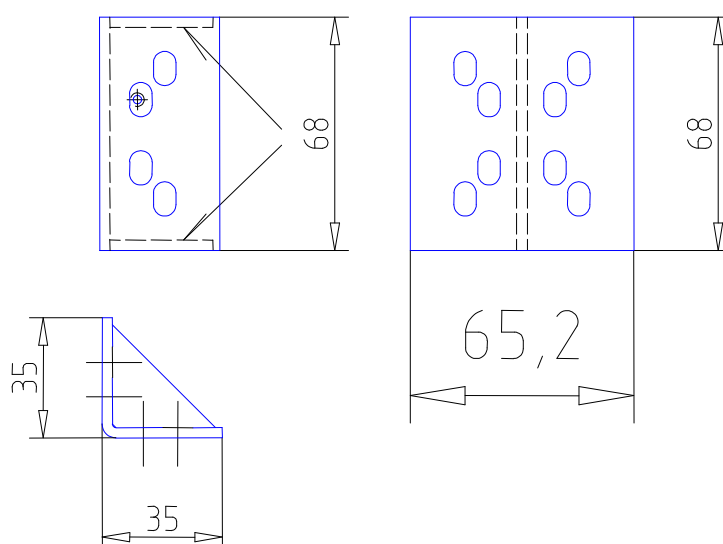

Рисунок 3.7 – Батарейный стеллаж Штиль MBS-03. Опора (переходник для вертикального масштабирования стеллажей)
4.1 Закрепить винтами М6*16 опоры (рисунок 3.7) на стойках изделия (рисунок 3.4, 3.5).